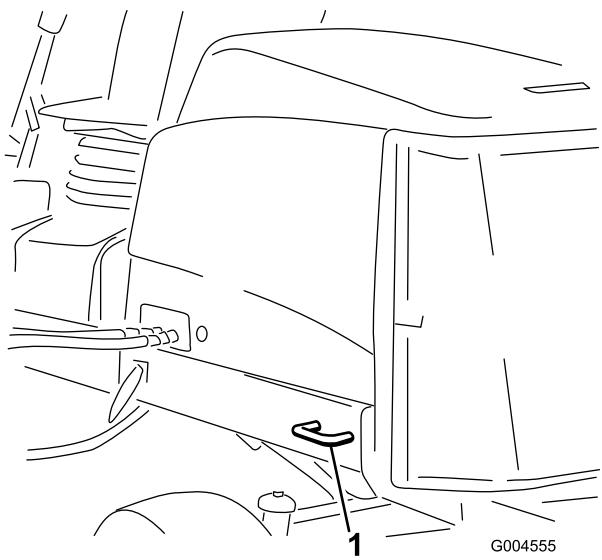

Рисунок 42
- В задней части – используйте каждую сторону машины на задней раме (Рисунок 42).